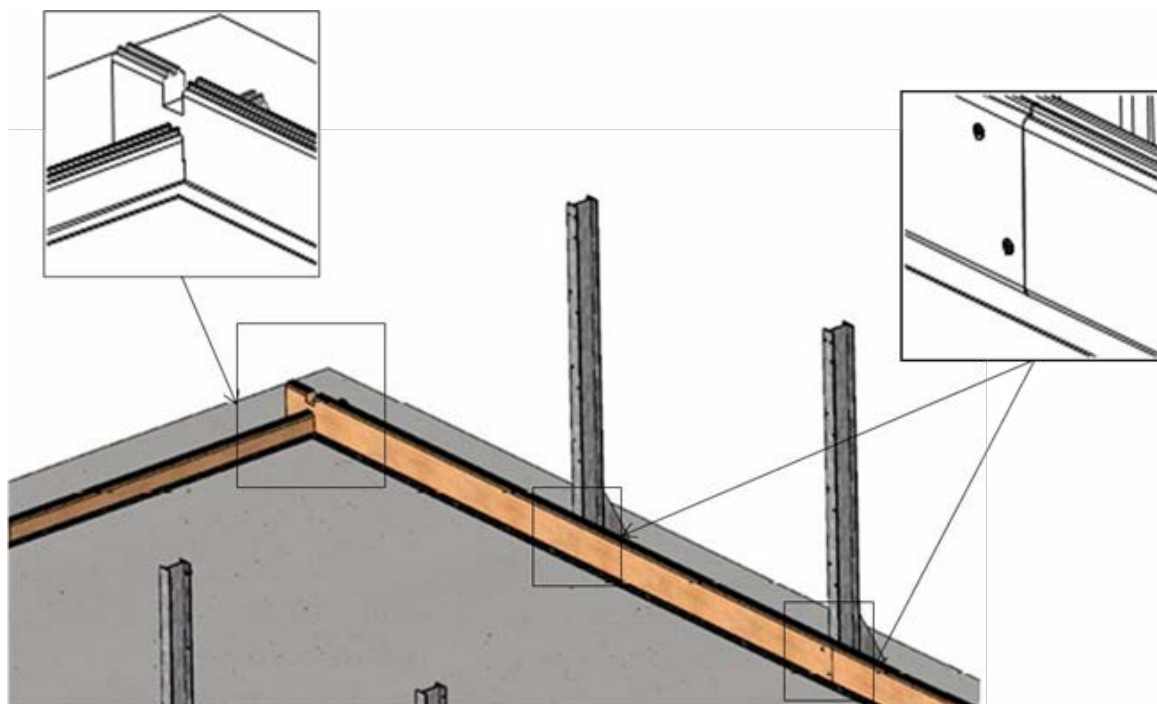

Figure 10 – Verrouillage des madriers entre eux
- entre elles comme indiqué à la Figure 10, à l'aide de 2 vis par paire de lames, et sur les deux côtés comportant chacun 10 lames de hauteur, soit un total de 80 vis à tête fraisée 5 × 40 en inox A4 torx filetées sur 25 mm (sachet C)